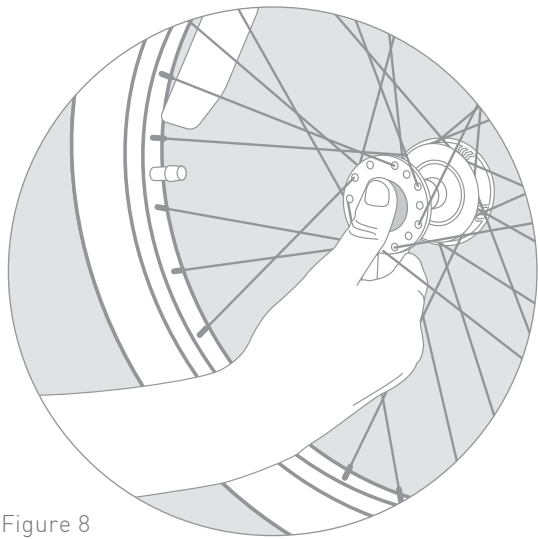

Figure 8
1. Push in the rubber button on the outside of the wheel hub (Figure 8).
1. Den Gummiknopf an der Außenseite der Radnabe drücken (Abbildung 8).
1. Appuyez sur le bouton en caoutchouc situé à l'extérieur du moyeu de roue (Figure 8).